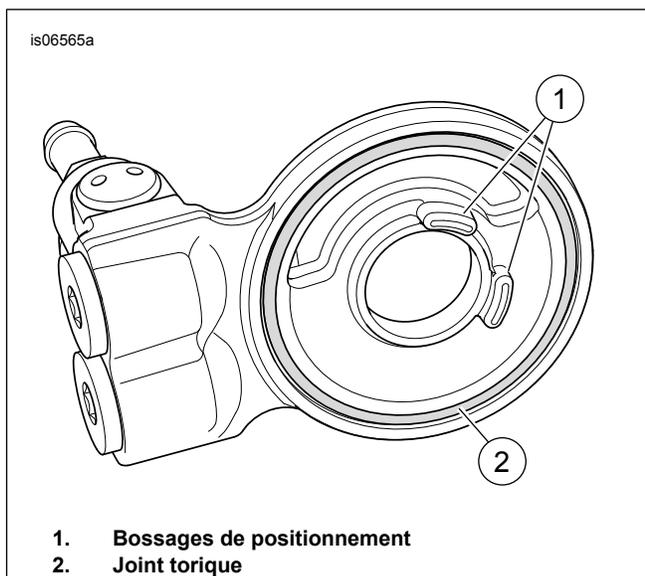

Figure 3. Adaptateur de refroidisseur d'huile
3. Voir Figure 3. Faire correspondre les bossages de positionnement (1) sur l'adaptateur de refroidisseur d'huile avec l'adaptateur du filtre à huile.